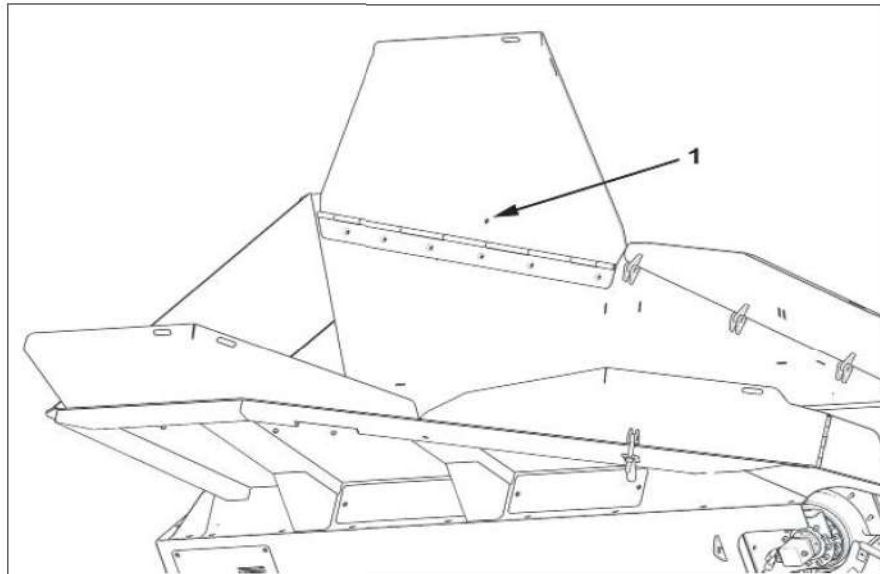

Figure 4.47 - Uitbreidingsplaten voor de hopper
3. Breng de uitbreidingsplaten van de hopper (indien aangebracht) omhoog en zet ze vast door het meegeleverde materiaal in het boutgat (1) op afb. 4.47 te steken. Zorg ervoor dat deze procedure aan weerszijden uitgevoerd wordt.